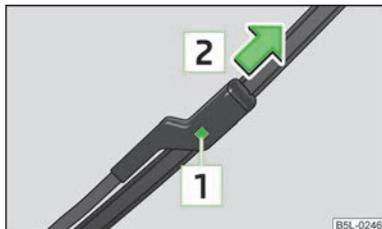

Fig. 31
- Presionar el seguro [1] » fig. 31 para desbloquear la escobilla y extraer en el sentido de la flecha [2].